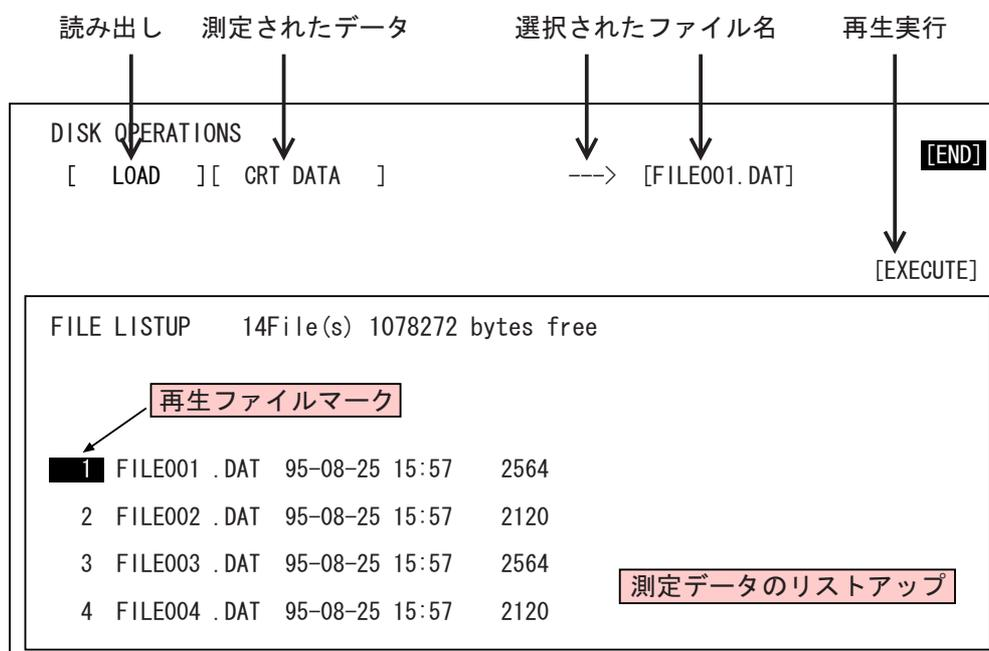

図 28
- ① FD を挿入します。
- ② メニューアイコンの【DISK】にジョグカーソルを合わせ、SELECT スイッチを押し「DISK OPERATIONS」ページを開きます。ジョグカーソルを「STORE」に合わせ、SELECT スイッチを押し2次ページの「LOAD」(再生)を選択し SELECT スイッチを押し、「STORE」から「LOAD」に変更します。同様に各項目を図 28 のように設定します。
- ③ FILE LISTUP で表示されたファイル名のうち、再生されるファイル名にマークが付いています。